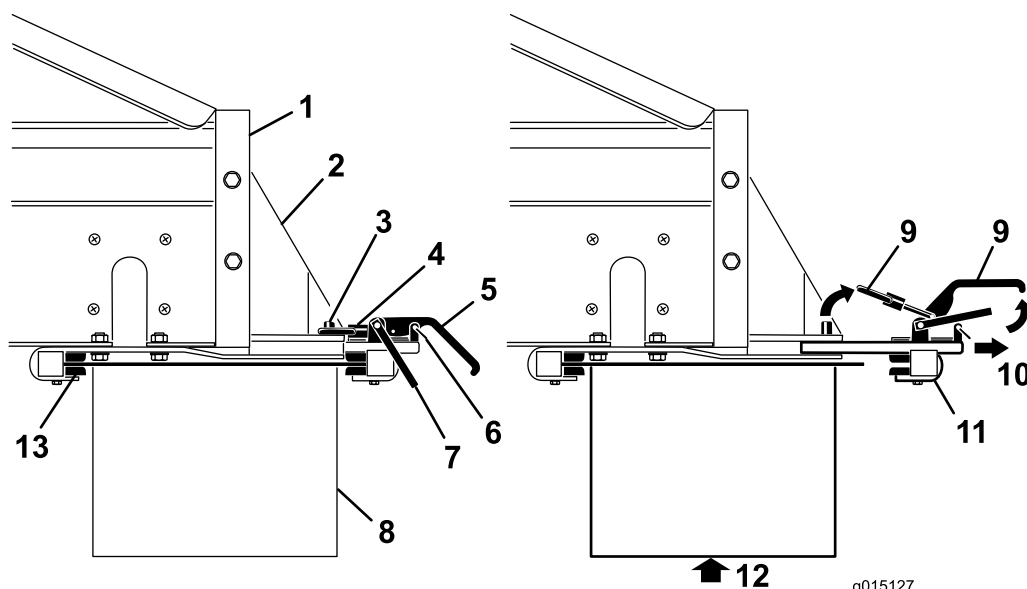

図 2
1. クランプのハンドルから、安全ラッチクリップを外す 図 2。
2. 安全ラッチを立て、アタッチメント側のクランプハンドルを開いてロックピンからロックリングを外す 図 2。
3. クイック・アタッチ・スロットから、後クランプ・アセンブリを引き出す 図 2。
4. 誰かに補助してもらってツイン・スピナーを持ち上げ、スピナーの前端を MH-400 の下の前クランプ・ブラケットにセットする 図 2。
5. ツインスピナーを持ち上げたまま、後クランプアセンブリをクイックアタッチスロットに戻し、スピナーの後端部にセットする 図 2。
7. クランプのハンドルに、安全ラッチクリップを元通りに取り付ける 図 2。